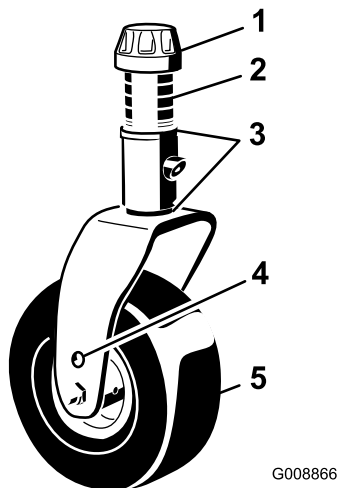

Figura 14
11. Regolate gli spessori da 3 mm sulla forcilla (o sulle forcelle) della ruota orientabile, finché l'altezza di taglio non corrisponde al valore riportato sull'adesivo (Figura 14); fate riferimento a Regolazione del passo dell'apparato di taglio.